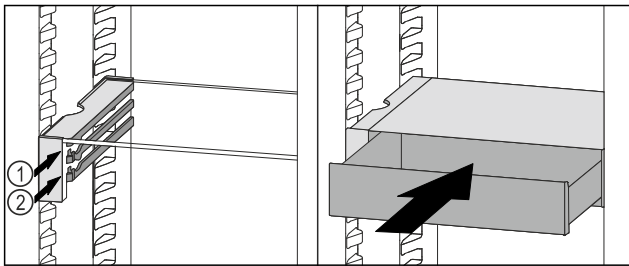

Fig. 96
- ▶ Placer le tiroir VarioSafe derrière les butées sur la nervure désirée Fig. 96 (1) ou Fig. 96 (2).